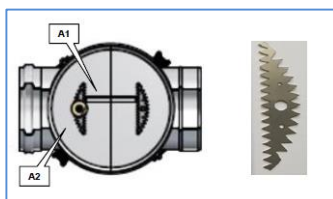

Abb.3
Das Abgas strömt in der ersten Stufe durch den Abgaseintritt (1) in die 1. Ionisationskammer (2), in der sich der Glasisolator (11), der flexible Isolator (12) und die Hochspannungswelle (3) befinden. Durch die Umlenkung und die Querschnittserweiterung werden erste Grobstaubpartikel abgeschieden. Im Bereich der 1. quer zur Strömungsrichtung eingebauten kreissegmentförmigen Sägezahn-Sprühelektrode (4) (Abb. 3) wird ein elektrisches Feld erzeugt. Bei ausreichend hoher Spannung werden an jeder Spitze der Sprühelektrode Korona-Entladungen ausgelöst. Die Elektronen ionisieren die Gasmoleküle. Die entstehenden Gasionen laden die Feinstaubpartikel auf. Die geladenen Partikel und Agglomerate wandern in Richtung des vertikal eingebauten Trennblechs (9) und der runden Wandung des Aschekastens (5), die als Niederschlagslektrode dienen, und werden dort abgeschieden. Bereits in der 1. Stufe wird die Partikelkonzentration erheblich reduziert.
In der 3. Stufe werden die im Abgas verbliebenen – noch nicht abgeschiedenen - Partikel in der 2. Ionisationskammer (8) an der 2. kreissegmentförmigen quer zur Strömungsrichtung angebrachten Sprühelektrode (7) (Abb. 3) durch die Korona-Entladung aufgeladen, agglomerieren und abgeschieden. Das in 3 Stufen gereinigte Abgas verlässt den Partikelabscheider durch den Abgasaustritt (10).